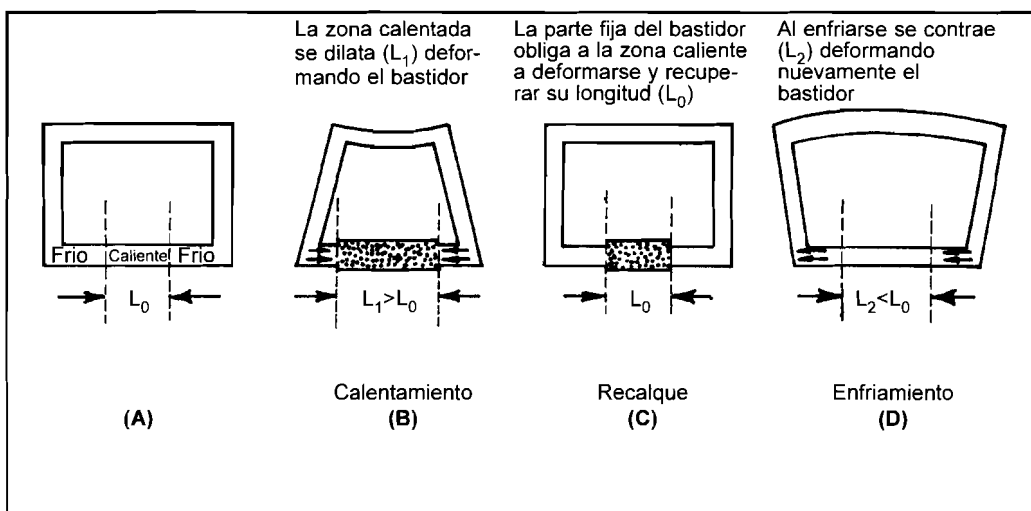

FIGURA 21.1: SIMULACIÓN DE LA DEFORMACIÓN PROVOCADA POR UN CALENTAMIENTO LOCAL
Por ejemplo, en la figura 21.1 se ha representado un bastidor de acero en el que se ha calentado localmente una cierta longitud L_0 [ver figura 21.1 (A)], que se alargará localmente de L_0 a L_1 produciendo una deformación en el resto del bastidor [figura 21.1 (B)]. La parte que permanece fría y que está deformada tenderá a volver a su posición original, para lo cual obligará a la parte calentada a deformarse, consiguiéndolo porque el calor ha reducido la resistencia mecánica de la parte caliente [figura 21.1 (C)]. Cuando se enfríe del todo se contraerá (L_2 menor que L_0) deformando de nuevo el bastidor.